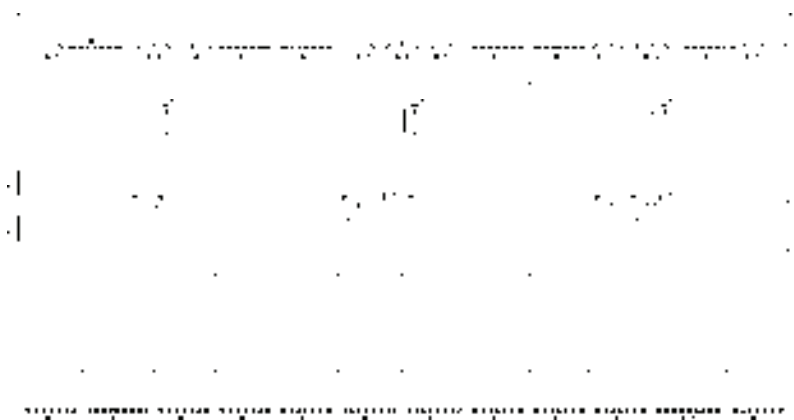

图 14-30 绘制坡道
6) 重复上述操作, 继续绘制坡道图形, 结果如图 14-30 所示。